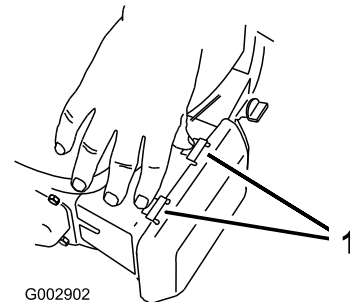

Bild 23
1. Drücken Sie die Verriegelungsnasen oben an der Luffilterabdeckung nach unten (Bild 23).